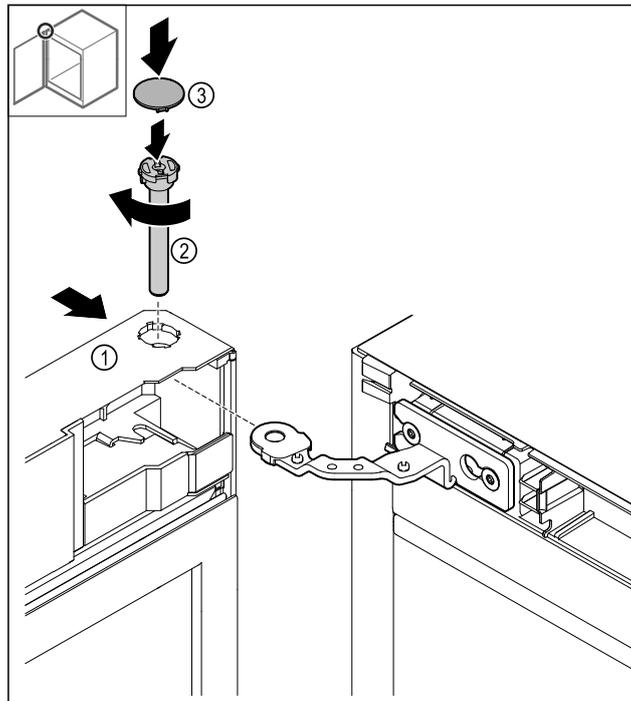

Fig. 50
- ▶ Tür Fig. 50 (1) oben auf das Scharnier schieben.
- ▶ Bolzen Fig. 50 (2) einstecken und im Uhrzeigersinn festdrehen.
- ▶ Abdeckung Fig. 50 (4) aufsetzen.